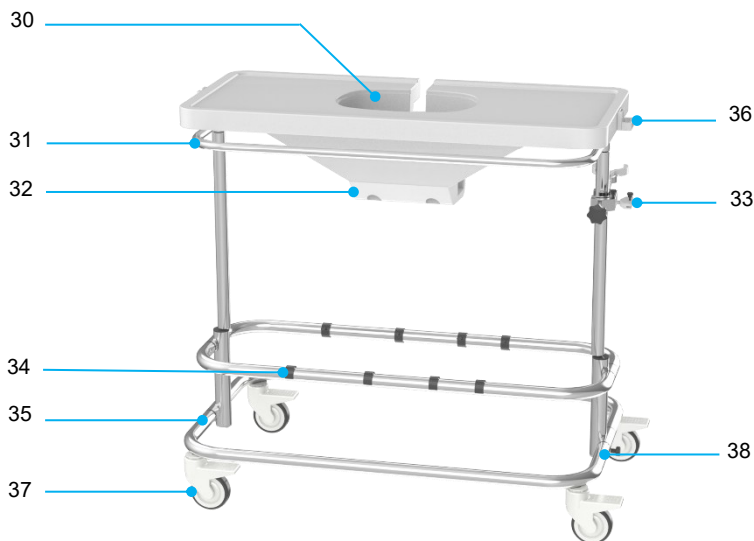

Figura 7 Carro
La Unidad térmica y la Unidad de bombeo están montadas en un carro (véase la Figura 7). El carro está equipado con ruedas giratorias con frenos y una barra de empuje para permitir el transporte intrahospitalario.
- Coloque el carro en la posición correcta y aplique los frenos en las ruedas giratorias (véase la Figura 7, elemento 35).
- Coloque el recipiente para el riñón en la cavidad de la mesa del Kidney Assist (Figura 7, elemento 30).
- Coloque el sensor de presión en los soportes, en el lateral de la mesa (véase la Figura 7, elemento 36).
- Coloque el oxigenador en el soporte del carro (véase la Figura 7, elemento 37) presionándolos en la abrazadera (véase la Figura 9).